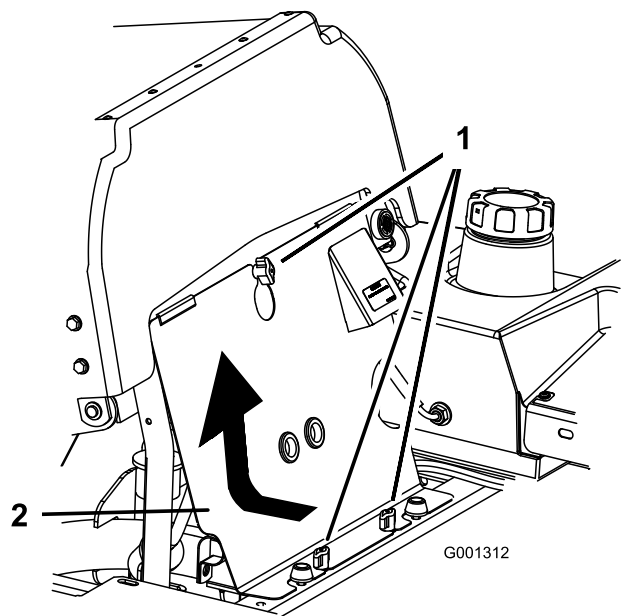

Figura 42
1. Incline el asiento hacia adelante y retire el panel delantero del motor (Figura 42).